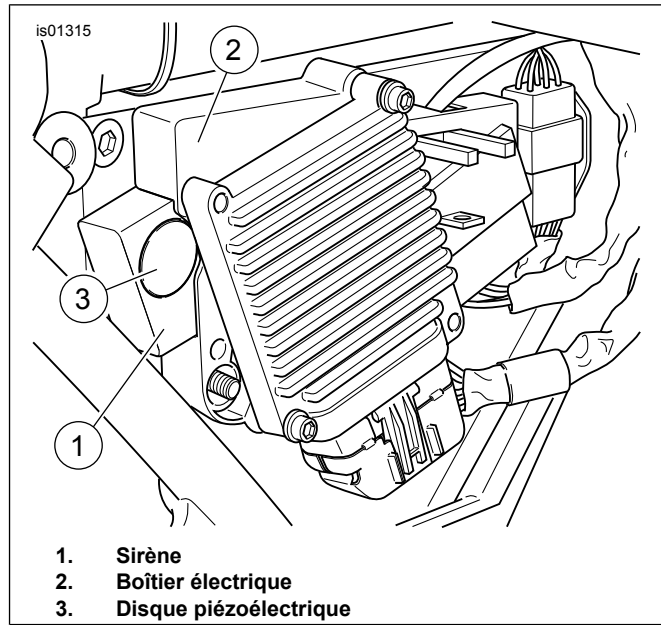

Figure 17. Sirène et support électrique installés (modèles Touring 2002-2007)
8. Voir la Figure 17. Installer l'ensemble du support électrique avec l'arrière de la sirène sur les goujons situés sur le côté du boîtier de la batterie. Installer les deux écrous à brides sur les goujons et serrer.